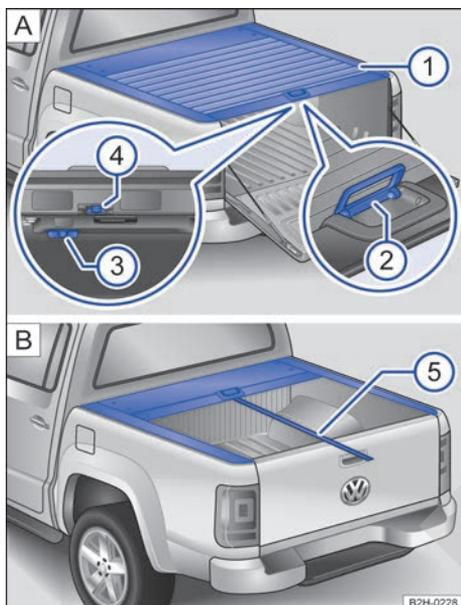

Fig. 27 Cubierta enrollable: **A**: cuadro general; **B**: cinta para tirar.
Leyenda de la **fig. 27**:
- **Abrir brevemente y volver a cerrar:** si solo se desea abrir la cubierta brevemente y que se vuelva a cerrar inmediatamente después, hay que presionar el fiador → **fig. 27 4 A** hacia la izquierda mientras se tira de la cinta. La cubierta encastra entonces cuando está completamente cerrada.
- **Cerrar completamente:** cierre la cubierta por completo tirando de la cinta ⑤ **B**.
- **Cerrar completamente desde la posición intermedia:** cierre la cubierta por completo tirando de la cinta ⑤ **B**. La cubierta encastra en la posición intermedia.